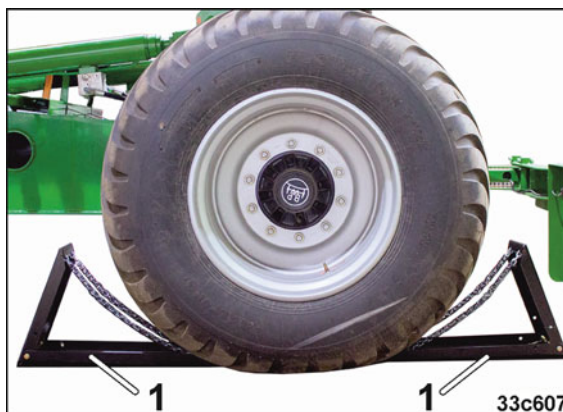

Fig. 154
10. Immobilisez la machine par deux cales (Fig. 154/1).